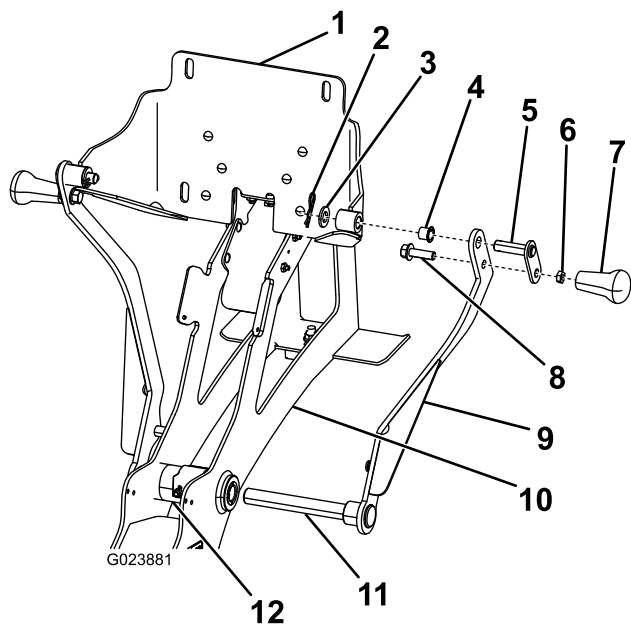

Рисунок 6
- Проденьте ось правого рычага люльки сквозь вал шарнира (Рисунок 6).
- Прикрепите рукоятку к узлу опорной пластины с помощью плоской шайбы и шплинта, как показано на Рисунок 6.
- Прикрепите рукоятки к нижним отверстиям в рычагах (Рисунок 6) с помощью болта (3/8 x 1 1/4 дюйма) и контргайки (3/8 дюйма).
- Прикрепите верхнюю ось поворота левого рычага люльки к опорной пластине с помощью шайбы (1/2 дюйма) и шплинта (Рисунок 6).